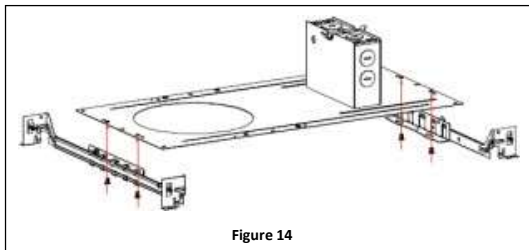

Figure 14
1. Installez les (4) vis de tête de casserole dans la casserole de cloison sèche à partir du bas (les têtes de vis doivent être sur le fond de la casserole). Ne serrez pas complètement. Laissez un espace de 1/8 ». **Reportez-vous à la Figure 14.**